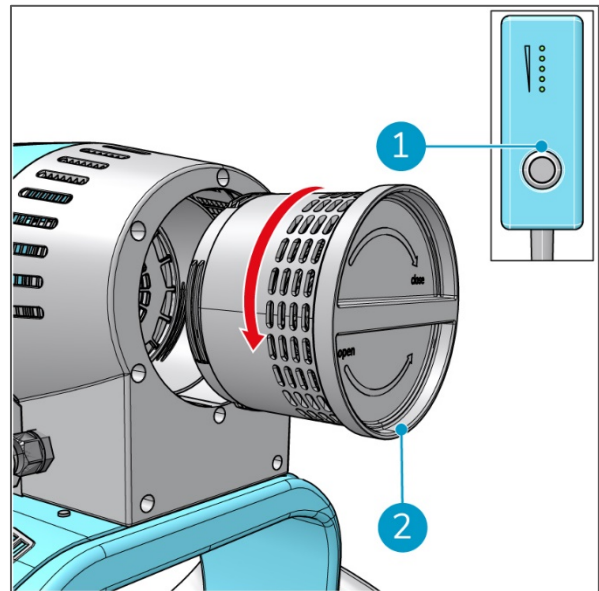

Figure 26
1. Éteignez l'i-move 2.5B® à l'aide de l'interrupteur MARCHÉ/ARRÊT (Figure 26, pos. 1).
3. Tournez le boîtier du filtre (Figure 26, pos. 2) dans le sens inverse des aiguilles d'une montre pour le retirer du bas de l'i-move 2.5B.